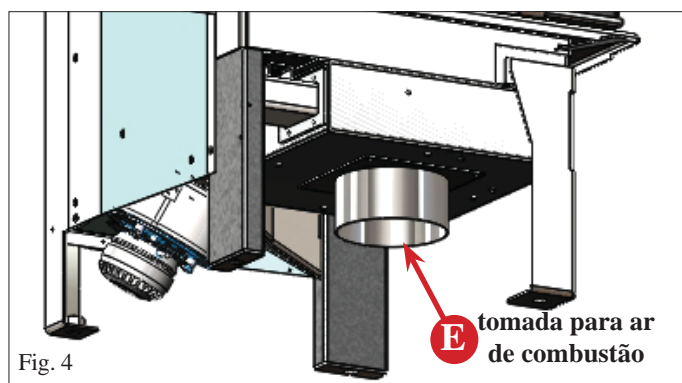

Fig. 4
Esta ligação deve ligar directamente com o exterior a junção da tomada de ar exterior situada sob a lareira (E - fig. 4 na pág. 85).
Para poder fazer funcionar a lareira corretamente, é essencial fornecer ar de combustão à fornalha através de um tubo que ligue o ambiente exterior à caixa de ar situada sob a lareira (E - fig. 4).
- **Porta de fecho automático (fig. 4)**